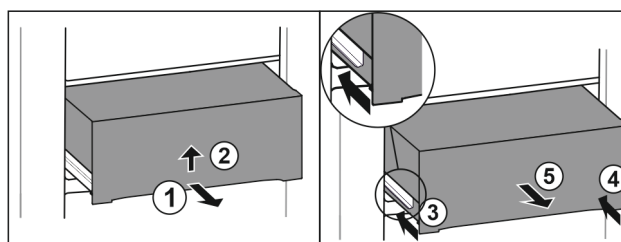

Fig. 40
- ▶ Estrarre il cassetto a metà. Fig. 40 (1)
- ▶ Sollevare il cassetto nella parte inferiore. Fig. 40 (2)
- ▶ Tenere il cassetto premuto verso l'alto e contemporaneamente tirarlo in avanti. Fig. 40 (3)
- ▶ Inserire la guida sinistra. Fig. 40 (4)
- ▶ Inserire la guida destra. Fig. 40 (5)
- ▶ Rimuovere il cassetto tirandolo in avanti. Fig. 40 (5)